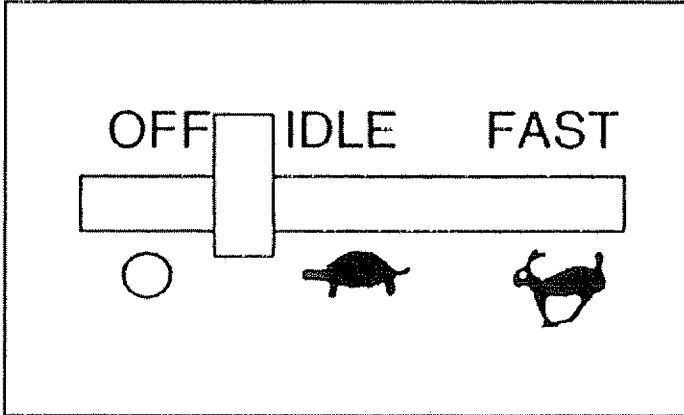

FIG. 8
- Primero, mueva el mando del motor o del equipo hasta la posición de OFF (Fig. 8).